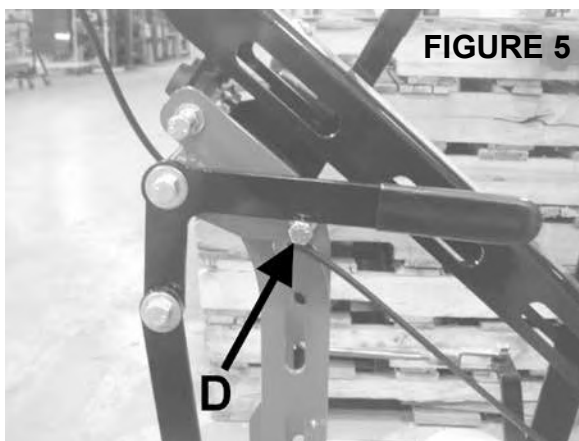

FIGURE 5
4. Desserrez le boulon D et déplacez-vous vers l'endroit où le levier s'enclenche au centre et reste engagé. **Figure 5**